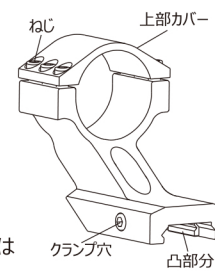

図3 取り付けブラケット
- 2) 六角レンチをクランプネジ穴へ挿入し、回して凸部分を緩めてください。そして、サイトを銃器レールの適切な場所へスライドさせてください。最後に、クランプネジを締めてください。（図3）
1. 取り付けブラケット（図3）は、武器にサイトを取り付けするためのものです。